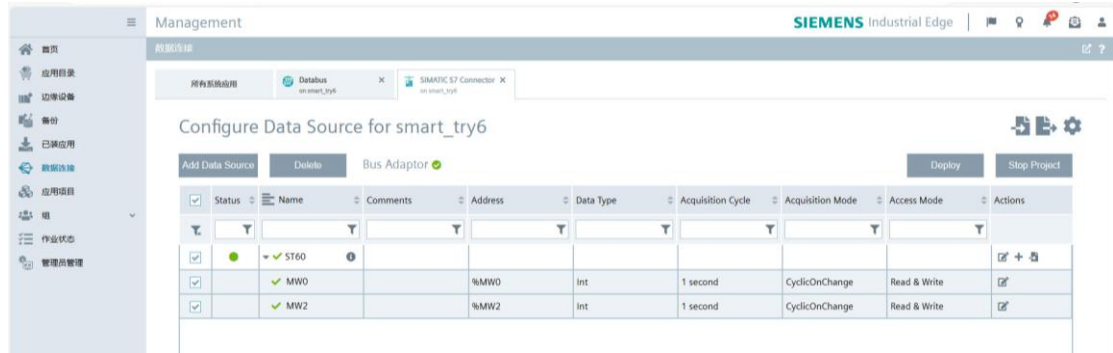

图 4.3.6 样例 S7 Connector 配置图
3. 应用配置并且启动项目。完成后图 4.3.6 所示。由此，其他应用可通过 Databus 中的 Topic 获取所需设备信号。